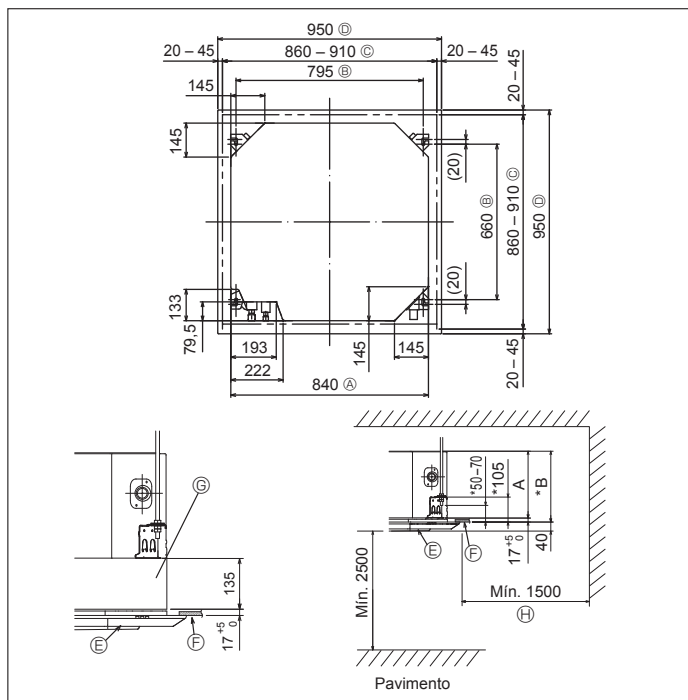

Fig. 3-2
①	Exemplo de instalação (topo da embalagem)	1
②	Arruelas (com isolamento) Arruelas (sem isolamento)	4 4
③	Tampa do tubo (para junta da tubagem de refrigerante) Pequeno diâmetro Grande diâmetro	1 1
④	Banda (grande)	8
⑤	Banda (pequena)	1
⑥	Bocal de drenagem	1
⑦	Isolação	1
⑧	Porca afunilada 1/4F(RP60)	1
3.2. Localizações das aberturas no tecto e da instalação dos parafusos de suspensão (Fig. 3-2)
* As dimensões da abertura do tecto podem ser reguladas dentro dos limites indicados na Fig. 3-2. Por isso, centre a unidade principal na abertura do tecto, de maneira a que os lados opostos correspondentes aos lados da abertura sejam idênticos.